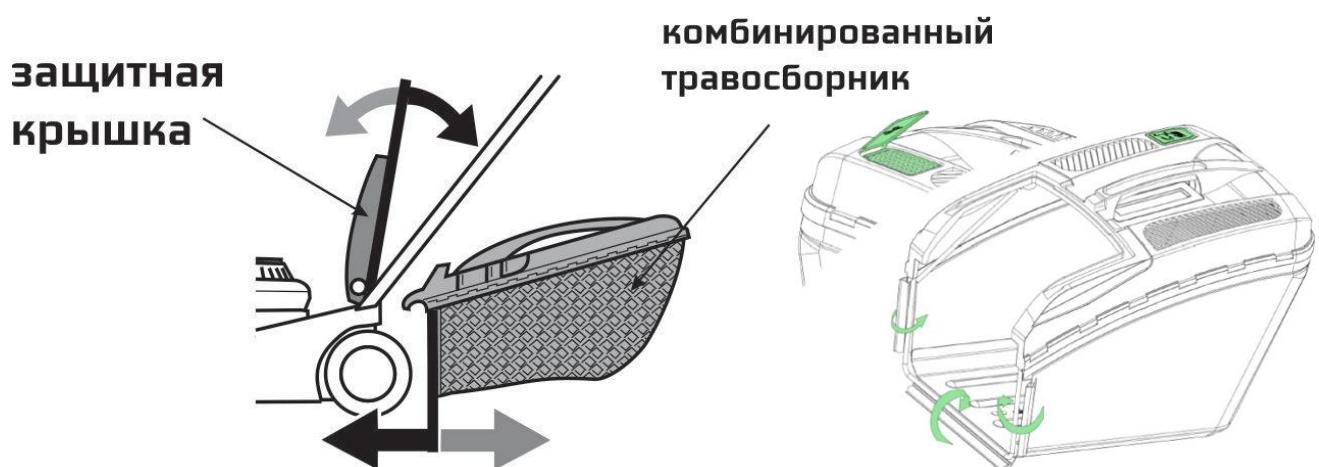

Рис.6.
- Установите травосборник на корпус. Рис.6